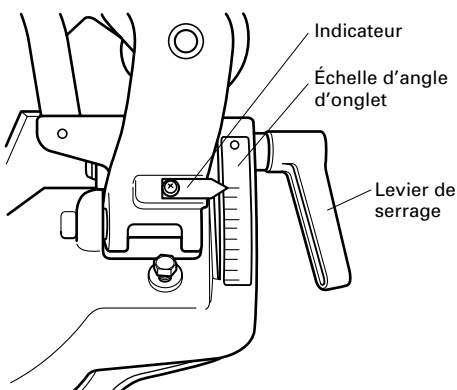

Fig. 19
- (1) Desserrer le levier de serrage et incliner la lame de scie vers la gauche.
- (2) Régler l'angle de biseau à l'angle voulu tout en regardant l'échelle d'angle de biseau et l'indicateur, puis fixer le levier de serrage (Fig. 19).